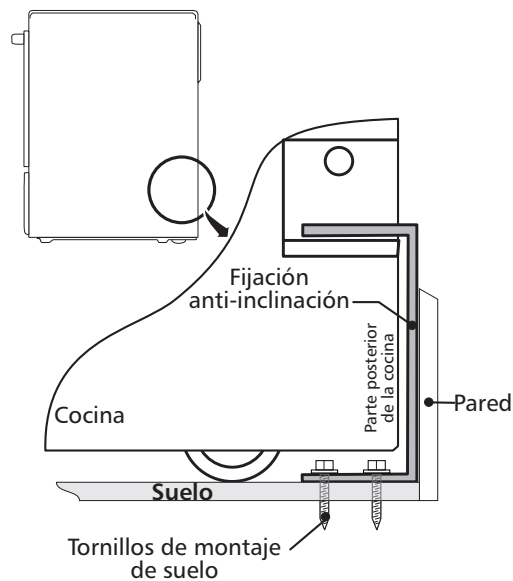

Figura 16
4. Retire el modelo y ubique la abrazadera en el suelo. Alinee los orificios en la abrazadera con las marcas en el suelo y ajuste con los cuatro tornillos provistos. La abrazadera debe quedar fijada al suelo (figura 16) sólido. Si se fija al suelo concreto, primero haga orificios pilotos de un diámetro de 3/16" (0,48 cm), utilizando una barrena para concreto.